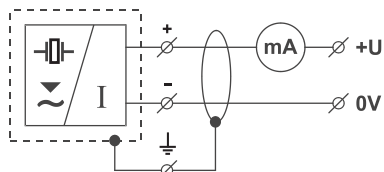
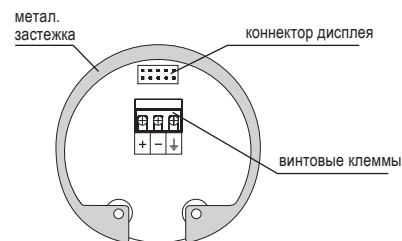

Рис. 19: Схема присоединения измерителя уровня с токовым выходом ULM-70\_--I
Рис. 20: Вид изнутри на винтовые клеммы измерителя уровня с выходным током ULM-70\_--I
5. Согласно схеме, приведенной на рис. 19 (21), присоединить кабель к винтовым клеммам рис. 20 (22). Терминалы и кабельные вводы надежно затяните. Крутящий момент см. Технические данные стр. 28.